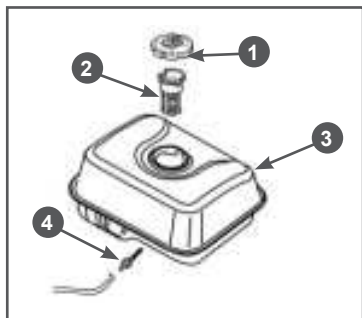

Рис. 29 Топливные фильтры
топливного бака. Второй фильтр конструктивно объединен со штуцером топливного бака и установлен внутри бака (Рис. 29).
Через каждые 300 часов работы необходимо производить очистку топливного бака от грязи и конденсата. Одновременно с очисткой топливного бака необходимо проверять и очищать фильтр 4, установленный внутри бака (Рис. 29). Поврежденный или сильно загрязненный фильтр необходимо заменить.
3. Выкрутите из топливного бака выходной штуцер 4 и произведите его очистку (Рис. 29). Внимательно осмотрите сетчатый фильтр. При обнаружении механических повреждений замените штуцер топливного бака.